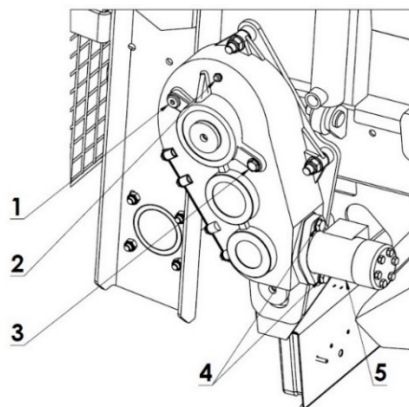

Abbildung 25. Kontrollpunkte für den Ölstand des Kratzbodengetriebes:
Um Öl aus dem Getriebe des Kratzbodens abzulassen (Abbildung 25), die Schrauben (3) lösen und den Hydraulikmotor (4) herausziehen. Füllen Sie das Getriebe über den Öleinfüllstutzen (1) mit neuen Öl, bis Öl im Schauglas (3) erscheint. Der richtige Ölstand ist erreicht, wenn das Öl in der Mitte des Schauglases sichtbar ist.